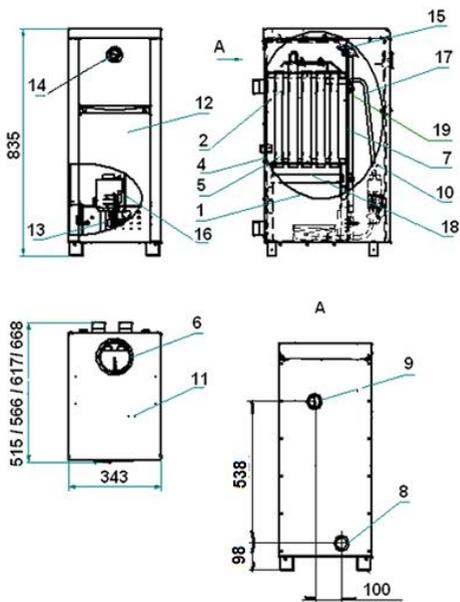

Рис.1 Котлы КС-Г -12S/16S/20S/24S
**5.2.2** Котлы КС-Г ... (рис.1, 2) состоят из прямоугольной топки 1 с дымогарными трубами 2. Вокруг топки имеется водяная рубашка 4. Дымогарные трубы 2, выходящие из топки, проходят через водяную полость котла к дымоходу 6. В дымогарных трубах 2 расположены турбулизаторы 5 для дополнительного отбора тепла и увеличения КПД.
Остальное см. рис.1